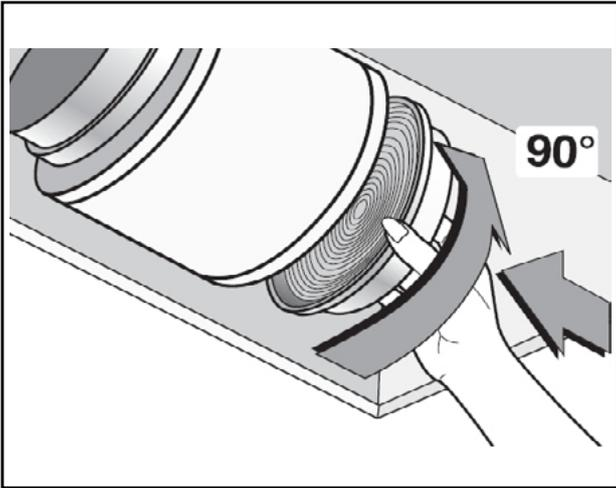

Fig.6
- Si l'installation ne dispose pas d'une évacuation vers l'extérieur, prévoir **deux filtres circulaires à charbon actif**, disponibles comme accessoire et non fournis avec la hotte. Pour les monter, voir (**Fig.6**).